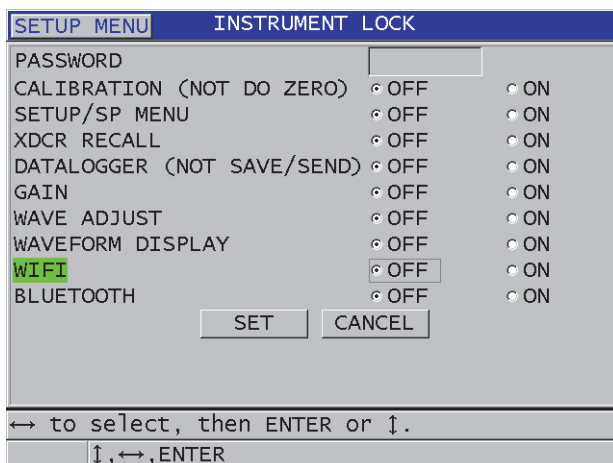

Figura 8-9 Pantalla BLOQUEO DE INSTRUMENTO (INSTRUMENT LOCK)
3. En la pantalla **BLOQUEO DE INSTRUMENTO** (ver Figura 8-9 en la página 151):
- b) Ajuste las funciones que desea bloquear a **ACTIVADO (ON)** y aquellas que desea desbloquear a **APAGADO (OFF)**.